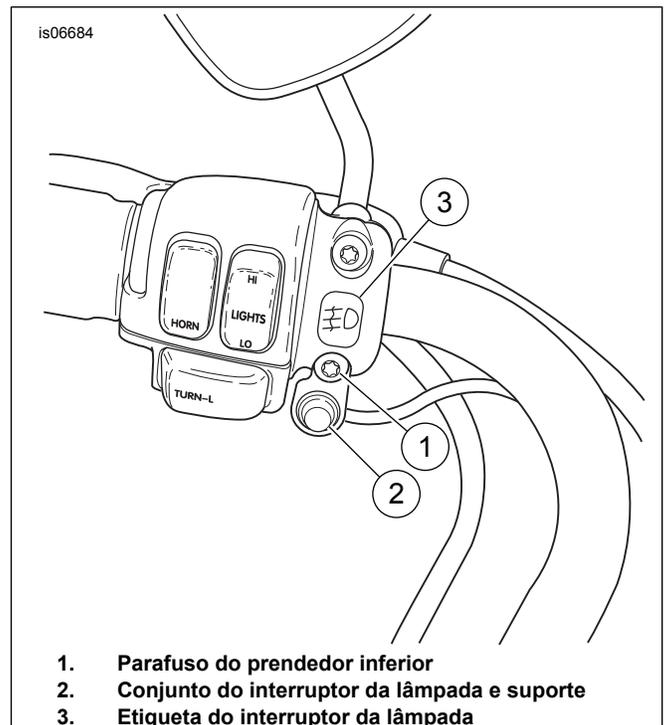

Figura 6. Instalação do interruptor da lâmpada (ano 1996 e posterior exibido)
16. Veja Figura 6. Remova o parafuso (1) e a arruela inferiores do prendedor do controle da embreagem e instale o conjunto do interruptor da lâmpada e suporte (2). Instale o parafuso e a arruela e aperte com torque de 7–9 N·m (60–80 in-lbs). **Para aplicações internacionais:** Coloque a etiqueta do interruptor do farol de neblina (3) no prendedor do controle da embreagem.